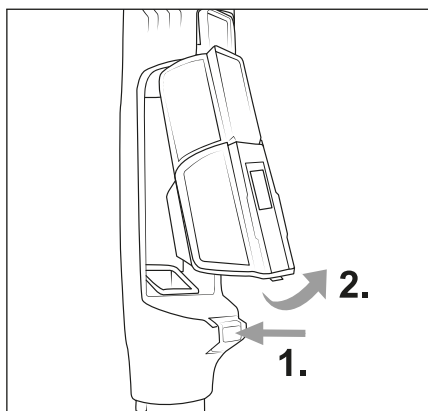

Fig. 14
- 1) Para desmontar el depósito de polvo **7** y el recipiente del filtro HEPA **5** del aparato, pulse el botón de desencastre del depósito de polvo **25**. Retire primero el depósito de polvo **7** y después el recipiente del filtro HEPA **5** del aparato (consulte la fig. 14).